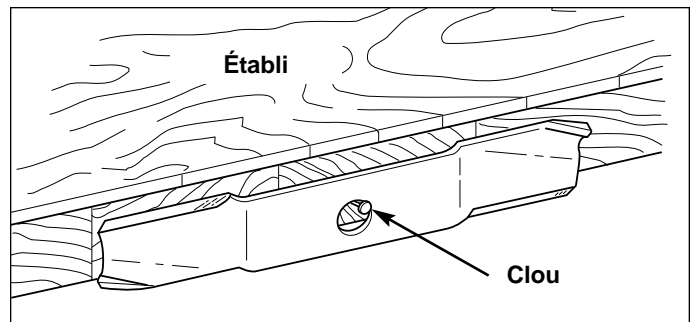

Figure 23. Équilibrage de la lame
5. Équilibrer la lame comme l'indique la Figure 23. Centrer le trou de la lame sur un clou lubrifié avec une goutte d'huile. Une lame équilibrée restera nivelée.